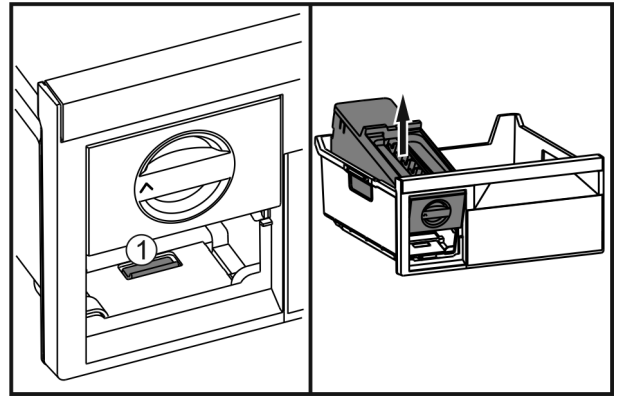

Fig. 56
- ▶ Presionar la lengüeta Fig. 56 (1), levantar el EasyTwist-Ice por detrás y extraerlo del cajón para congelados.